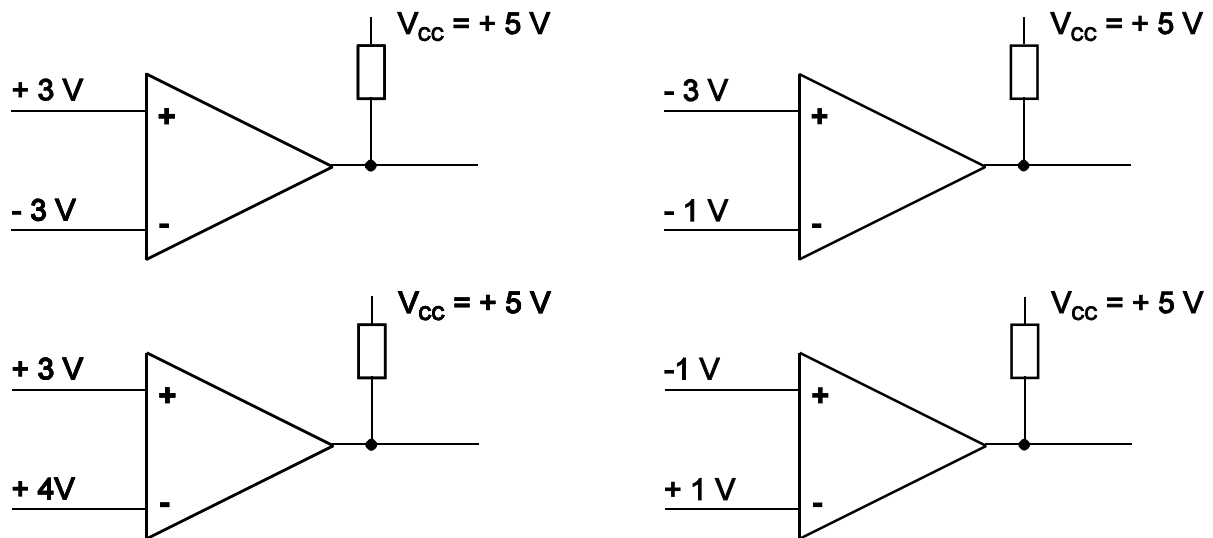

Abb. 5 Comparator mit verschiedenen Eingangsspannungen
14. Welche Ausgangsspannungen ergeben sich (näherungsweise) an dem Comparator gemäß Abb. 5?